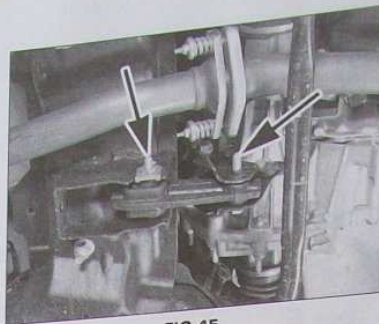

FIG. 45
- le tirant antibasculement (Fig.45).